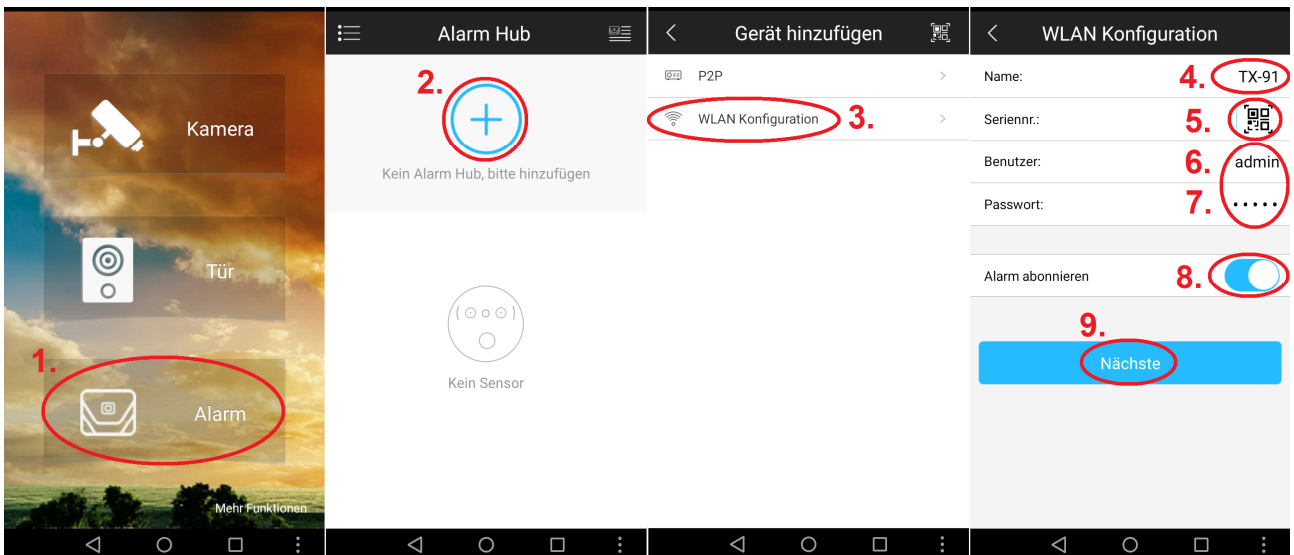

Abbildung 5-2
Schritt 2. Öffnen Sie die APP und klicken Sie auf „Alarm“ (1.). Drücken Sie + (2.), um einen neuen Alarm-Hub (Basisstation) hinzuzufügen und wählen WLAN Konfiguration aus (3.) (Siehe Abbildung 5-2).